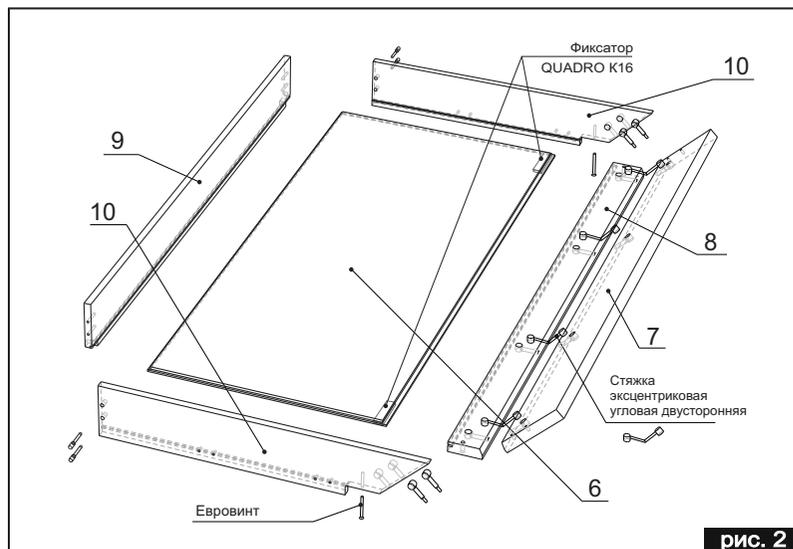
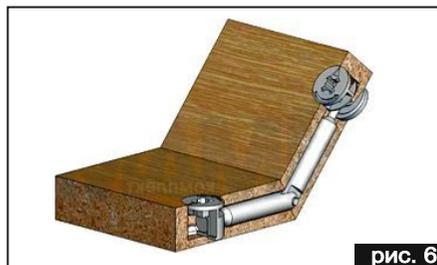

рис. 2
рис. 6
СБОРКА ЯЩИКА (рис.2)
- Фасад ящика (7) стянуть с нижней панелью ящика (8) с помощью стяжек эксцентриковых угловых двусторонних K10 (рис.2, рис.6). Закрепить боковые панели ящиков (10) на фасад (7) при помощи эксцентриковых стяжек K1 и вернуть евроинты K11 в нижнюю панель ящика (8).
- Вставить дно ящика (6) в пазы боковых деталей ящика (10) и нижней панели ящика (8). Установить заднюю панель ящика (9) между боковых панелей (10), завернуть евроинты K11.
- Перевернуть собранный ящик вверх дном. Прикрутить ролики K26 к нижней панели ящика (8) шурупами K17, к торцу нижней панели ящика (8) шурупами K17 прикрутить фиксаторы Quadro K16. (рис. 2а)
рис. 2а